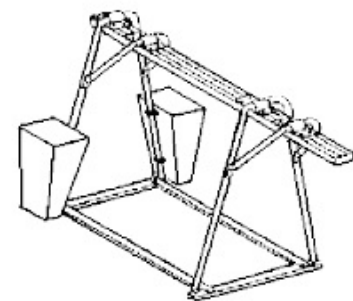

Fig.3
6. Puneți 585 kg. Material de contragreutate în fiecare container pentru un total de 1170 kg., după închideti containerele cu capac și lacat (Fig.3). Este strict interzisă umplerea cu lichide a contragreutatilor.